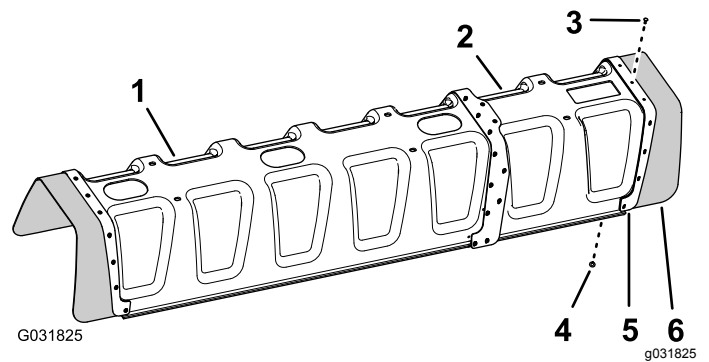

Bild 234
5. Fluchten Sie die Löcher in der Gummiabdeckung und der Verstärkungsplatte (eine Reihe), die Sie in Schritt 2 entfernt haben, mit den Löchern am Ende der Abdeckungsverlängerung aus (Bild 234).